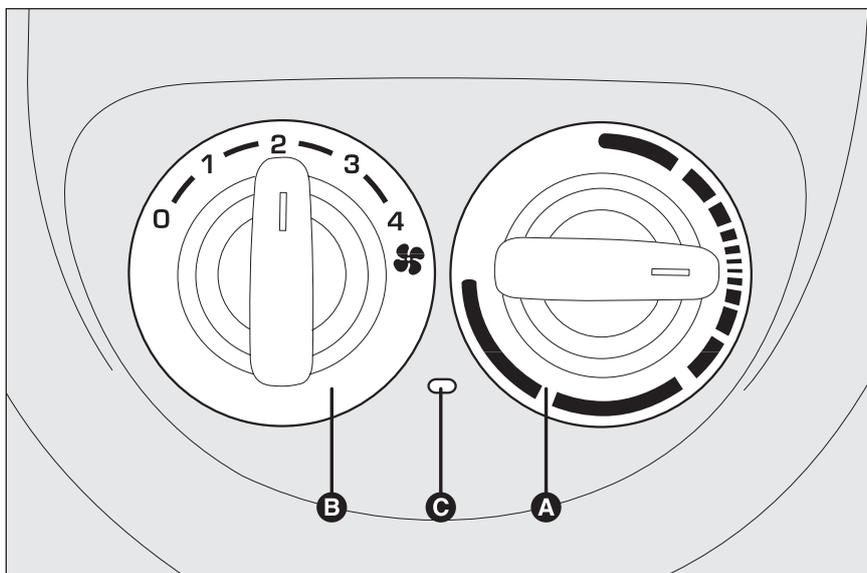
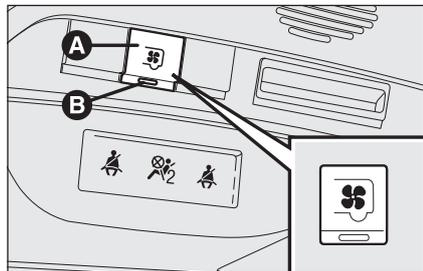

fig. 51
fig. 52
MANDOS fig. 51
Para activar el climatizador, pulse la tecla **A**-fig. 52.
Al activarse, se encienden contemporáneamente los led **B**-fig. 52 en la misma tecla y **C**-fig. 51 entre los mandos.
Para desactivar el climatizador, pulse nuevamente la tecla **A**-fig. 52 (para confirmar la desactivación, se apagan los dos led).
- active el climatizador pulsando la tecla **A**-fig. 52; se enciende el led **B** de la tecla;